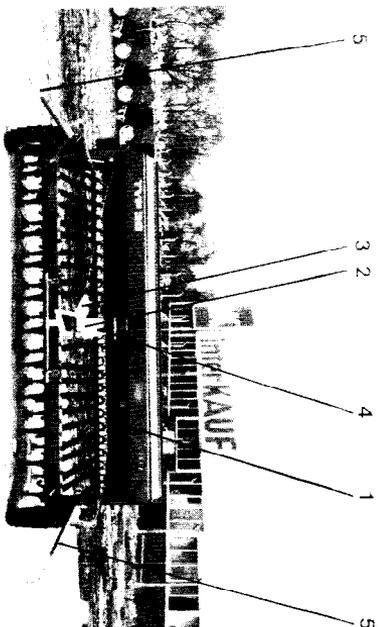
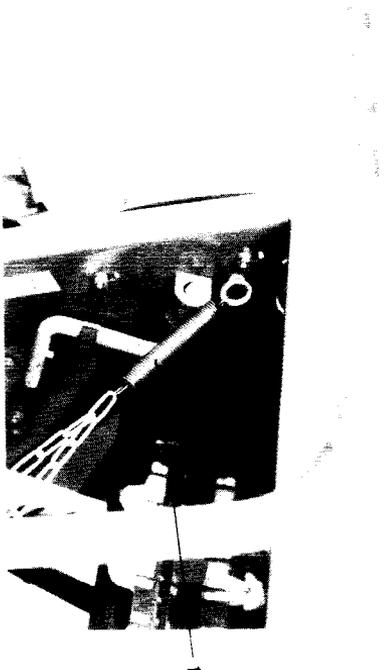

Fig. 34
Fig. 35
Die Ketten (Fig. 34 / 1) von der Schaltautomatik (Fig. 34 / 2) zu den Spuranreißern, sind dabei folgendermaßen einzuhängen :
Bei abgesetzter Maschine ist z. B. die rechte Spurscheibe (Fig. 34 / 3) heruntergeklappt, die Kette (Fig. 34 / 1) wird nun so im Spurreißerteil (Fig. 34 / 5) eingehängt, daß sie im äußeren Teil, bei auf dem Boden stehenden Spuranreißerhaken, leicht durchhängt. Der innere Teil wird durch die Feder (Fig. 35 / 1) strammgehalten, damit sich die Kette nicht in den Spurlockerern oder anderen Maschinenteilen verfangen kann. Dies würde beim Anheben der Maschine zu Beschädigungen der Schaltautomatik führen.
Nun wird der Spuranreißer wieder hochgeschwenkt und die Schaltautomatik wird von Hand umgeschaltet, in dem die rechte Schaltscheibe (Fig. 34 / 3) nach oben gedrückt wird, bis der Schaltautomat hörbar umschaltet und die linke Schaltscheibe (Fig. 34 / 4) herunterfällt. Die linke Kette (Fig. 34 / 1) wird dann sinngemäß ebenso eingehängt.
Nach dem Ankuppeln ist zu überprüfen, ob in ausgehobenem Zustand beide Schaltscheiben ausreichend hoch ausgehoben werden, andernfalls muß die Kette ein Glied kürzer am Spurreißerunterteil (Fig. 34 / 5) eingehängt werden.
- 5 Federn gemäß (Fig. 35) in den Rahmenseitenteilen einhängen und in die Kette einhängen. Hierbei muß folgender Abstand von dem Anschraubpunkt der Kette am Schaltautomaten gewählt werden :